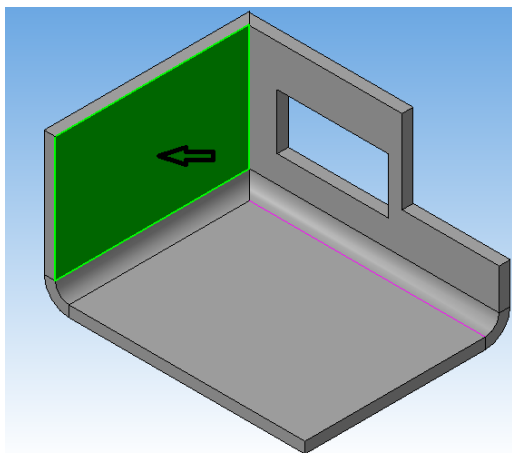

Рисунок 75.
1. Указать боковую грань листовой детали (рисунок 75). Создать эскиз.